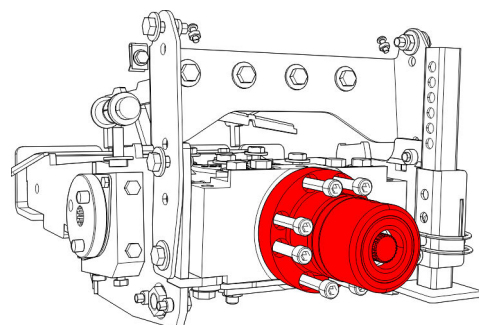

Abb. 40: Anbaustutzen ohne Verlängerung
3. ▶ Anbaustutzen ohne Verlängerung (Abb. 40) montieren. Dazu die mitgelieferten Zylinderschrauben benutzen. Anziehdrehmoment 48 Nm.